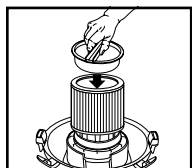

FIGURE 15
22. Placez le porte-filtre dans la partie supérieure de la cartouche filtrante. **FIGURE 15.**